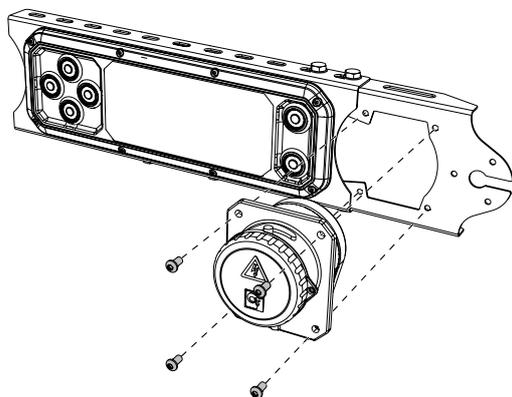
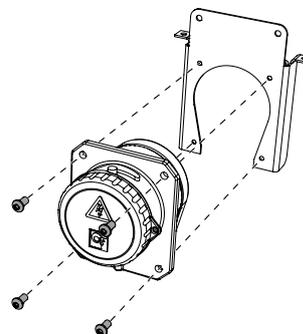

Figura 74. Montaje del interruptor principal junto al dispositivo de mando CD 19
Figura 75. Montaje del interruptor principal en un soporte universal
1. Montar el interruptor principal en el soporte junto al dispositivo de mando CD 19 o en cualquier lugar bien protegido con un soporte universal, véase Figura 74 y Figura 75.